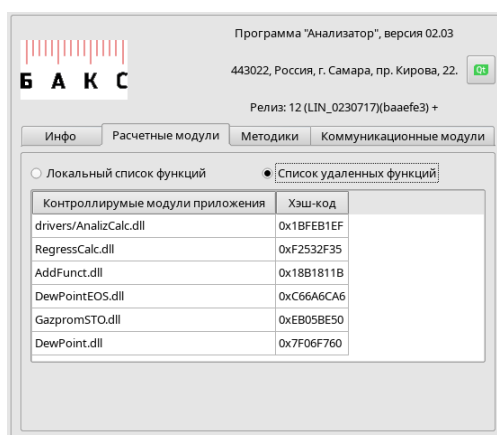

Рис.2.2-1
- На вкладке «Расчётные модули» возможно переключаться между отображением контрольных сумм Программы (опция «Локальный список функций») и Ядра на контроллере хроматографа МАГ (опция «Удалённый список функций»). В случае работы с локальным архивом или отсутствия прямого подключения доступна только опция «Локальный список функций». Вид диалога представлен на Рис.2.2-1.